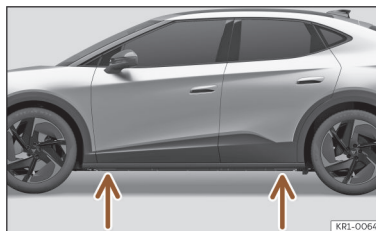

Abb. 207 Aufnahmeplätze für den Wagenheber.
- Suchen Sie am Längsträger die Markierung des Wagenheberaufnahmeplatzes (Eindrückung), die dem zu wechselnden Rad am nächsten liegt >>> (**Abb. 207**).